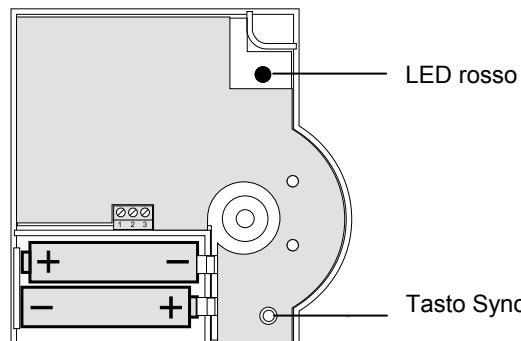

Figura 2: Polarità delle pile e tasto Sync
- Inserire le pile mignon comprese nella fornitura con la corretta polarità (vedere Figura 2). Quando lampeggia il LED rosso sul HCW 82/HCF 82 è necessario sostituire le pile (vedere "Sostituzione delle pile", pagina 18).